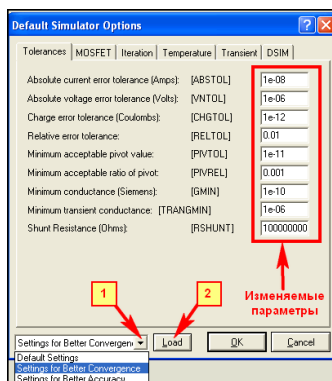

Рис.5
- Вкладка **Tolerances** (Рис.5). На этой вкладке представлены параметры, определяющие с какой точностью **ProSPICE** производит вычисление решений. При очень высокой точности может потребоваться больше времени для моделирования и в ряде случаев решение может не иметь сходимости вообще.
Ну, вот мы и прошлись по всем вкладкам параметров симуляции, и остался незатронутым один пункт, повторяющийся на всех вкладках. В последних версиях Протеуса внизу этого окна для удобства пользователей введен выбор трех предустановленных наборов параметров. По умолчанию всегда стоит **Default Setting** (Рис. 5). В большинстве случаев для моделирования этого более чем достаточно, однако иногда имеет смысл изменить предустановки. В наличии имеются еще две:
Для того чтобы загрузить установки необходимо выполнить действия в последовательности по Рис. 5. Обращаю ваше внимание, на то, что загрузка (**Load**) действует сразу на все вкладки, относящиеся к аналоговой симуляции. Естественно температура и DSIM при этом не модифицируются. Для возврата к «заводским» установкам от Лабцентра снова загружаем **Default**. Ну и еще – эти настройки сохраняются в **ISIS**, а не в проекте! Поэтому, уйдя из дефолтовых настроек, при последующем закрытии/открытии **ISIS** не забудьте проверить – что Вы там назначили и не пора ли вернуть **Default** на место.